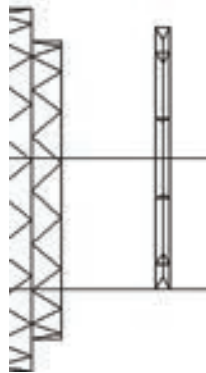

图 11-63 旋转实体
④ 旋转正三角形。单击“建模”工具栏中的“旋转”按钮，以偏移后的水平辅助线为旋转轴，选取正三角形，将其旋转“360°”，如图 11-63 所示。